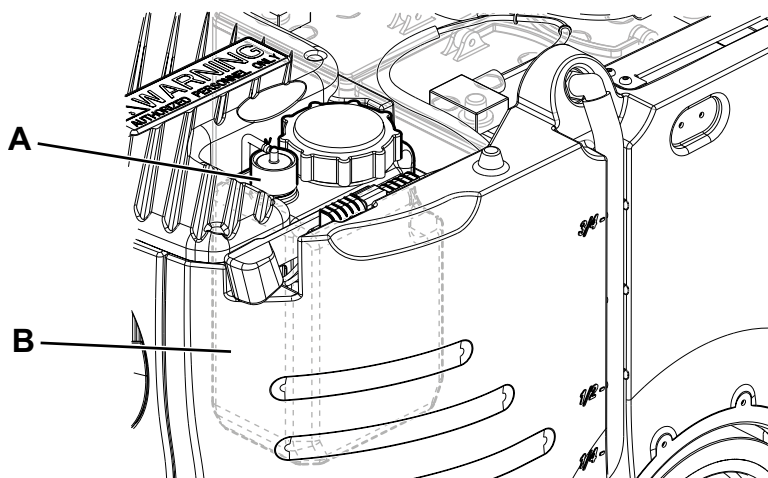

Figure 14
2. S'assurer que la machine est éteinte avec la clé opérateur (52) retirée.
3. Ouvrir le couvercle (29) et vérifier si le réservoir de l'eau de récupération (17) est vide. Dans le cas contraire, le vider au moyen du tuyau de vidange (26).
4. Fermer le couvercle (18).
5. Saisir la poignée (35) et soulever le groupe réservoir eau de récupération (17) avec soin.
6. Dévisser le bouchon (A, Fig. 14) à du réservoir de détergent (B).
9. Remplacer le réservoir de détergent (B) dans son compartiment comme indiqué sur la figure et remplacer le bouchon (A).